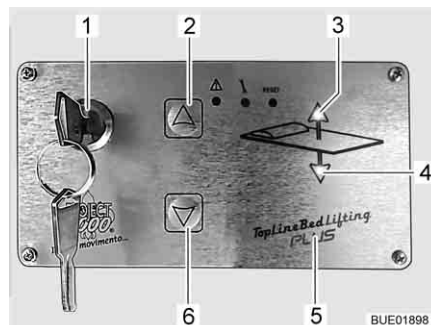

Fig. 105 Commande
Les touches (Fig. 105,2 et 6) sur l'unité de commande (Fig. 105,5) permettent d'abaisser ou de relever le lit escamotable. L'interrupteur à clé (Fig. 105,1) permet de protéger l'unité de commande contre toute utilisation non autorisée. Au départ de l'usine, 4 positions fixes du lit escamotable sont programmées :
- Tourner la clé de 90° dans le sens des aiguilles d'une montre dans l'interrupteur à clé (Fig. 105,1). L'unité de commande (Fig. 105,5) est activée. Les deux voyants de contrôle (Fig. 105,3 et 4) verts sont allumés.
- Appuyer sur la touche fléchée (Fig. 105,6) et la maintenir pressée jusqu'à ce que le lit ait atteint la position programmée suivante vers le bas. Pendant le mouvement du lit, le voyant de contrôle vert (Fig. 105,4) est allumé.
- Si nécessaire, appuyer de nouveau sur la touche fléchée (Fig. 105,6) pour atteindre la position suivante.
- ▷ La clé peut être retirée de l'interrupteur à clé (Fig. 105,1) afin d'empêcher toute erreur de manipulation. La clé doit pour ce faire être tournée dans le sens inverse des aiguilles d'une montre.
- Appuyer sur la touche fléchée (Fig. 105,2) et la maintenir pressée jusqu'à ce que le lit ait atteint la position programmée suivante vers le haut. Pendant le mouvement du lit, le voyant de contrôle vert (Fig. 105,3) est allumé.
- Si nécessaire, appuyer de nouveau sur la touche fléchée (Fig. 105,2) pour atteindre la position suivante.